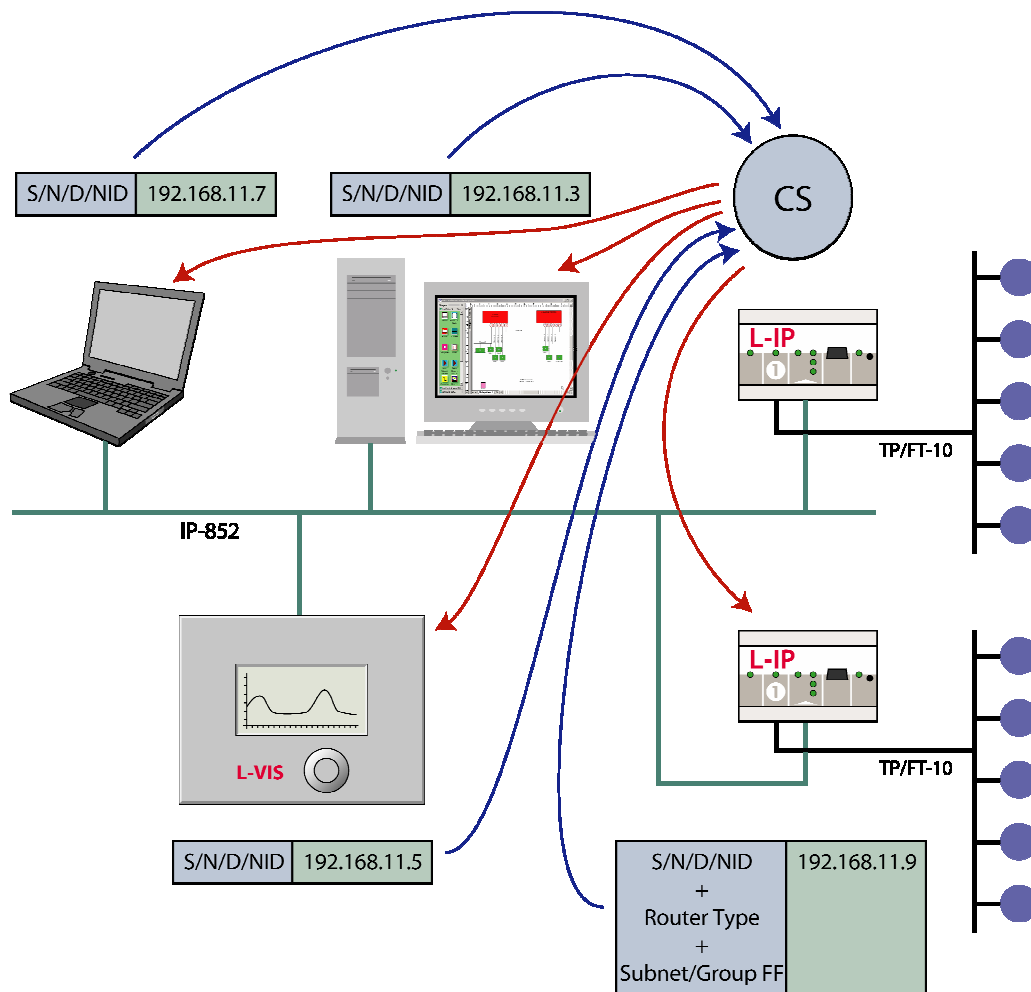

Abbildung 8: Configuration Server für IP-852 Kanäle
Zum Aufbau eines IP-852 Kanals wird ein Konfigurationsserver (Configuration Server) benötigt. Sämtliche L-IP Router haben bereits einen Configuration Server eingebaut. Der Server wird bei genau einem (beliebigen) L-IP Router pro IP-852 Kanal aktiviert. Die IP Adressen aller Kanalteilnehmer werden in die Liste der Kanalteilnehmer (Channel Member List) im Configuration Server eingetragen. Der Configuration Server (CS) verwaltet die Abbildung zwischen Domain/Subnet/Node/Gruppen-Adressen und IP Adressen. Bei Änderungen der Netzwerkkonfiguration senden die Kanalteilnehmer die neue Information zum Configuration Server (blaue Pfeile in Abbildung 8). Dieser verteilt die Information an die übrigen Kanalteilnehmer (rote Pfeile in Abbildung 8). Ein L-IP Configuration Server kann bis zu 256 Kanalteilnehmer verwalten, wobei sich die Kanalteilnehmer auch in unterschiedlichen Domains befinden können.